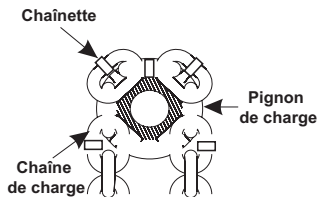

fig.3
5. Installer la chaîne par l'exécution d'un morceau de fil ou ficelle entre le guide de chaîne et pignon du rouleau de charge puis sur et autour de la charge d'entraînement. Attacher la chaîne au fil ou ficelle et tirez-la dans le palan de sorte que le premier lien est debout sur le bord de l'une des fentes de la charge, avec le pignon de la roue dentée de soudure (voir fig.3). L'exploitation d'un palan en direction du haut, en tirant sur un pied de la chaîne autour du pignon et le palan. Déposer la goupille fendue de l'axe côté mou et faire glisser l'axe d'un côté. Tirer l'extrémité de la chaîne sous le rouleau de guidage de la chaîne et le crochet le dernier lien sur l'axe côté mou, en vous assurant que la chaîne n'est pas tordue. Faites glisser l'axe côté mou retour en position et poser la goupille fendue à travers elle.